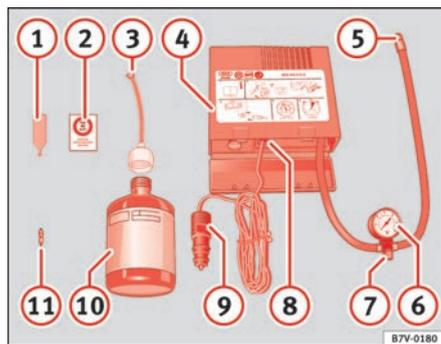

Fig. 154 Contenuto kit per la riparazione dei pneumatici
- Staccare dal kit di riparazione dei pneumatici l'etichetta adesiva ⇒ pag. 250, fig. 154 ② e incollarla sulla plancia, ben in vista per il conducente.
- Svitare l'inserto valvola con l'apposito attrezzo ⇒ pag. 250, fig. 154 ① e posarlo su una superficie pulita.
- Agitare energicamente la bomboletta del sigillante per pneumatici ⇒ pag. 250, fig. 154 ⑩ per alcuni secondi. ■